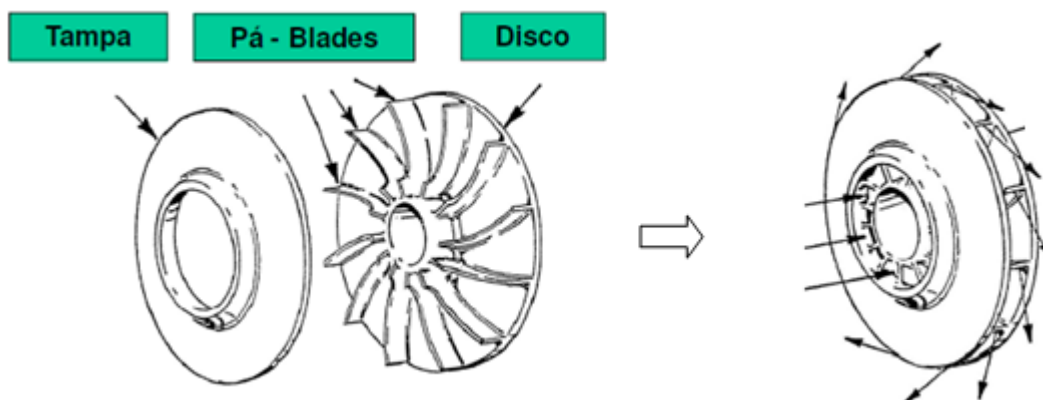

Figura 2 – Impelidor
Um compressor centrífugo é constituído de partes rotativas e partes estacionárias. O principal componente rotativo é o impelidor, representado na figura 2, e o principal componente estacionário é o difusor.
- O gás passa pelo centro do impelidor que está acoplado ao eixo do compressor e através da ação centrífuga é acelerado em direção a tangente (a energia mecânica foi convertida em energia cinética). As blades em formato difusor como podem ser notadas na figura 2, garantem o aumento da pressão estática do gás (parte da energia cinética foi convertida em energia de pressão (Head)).